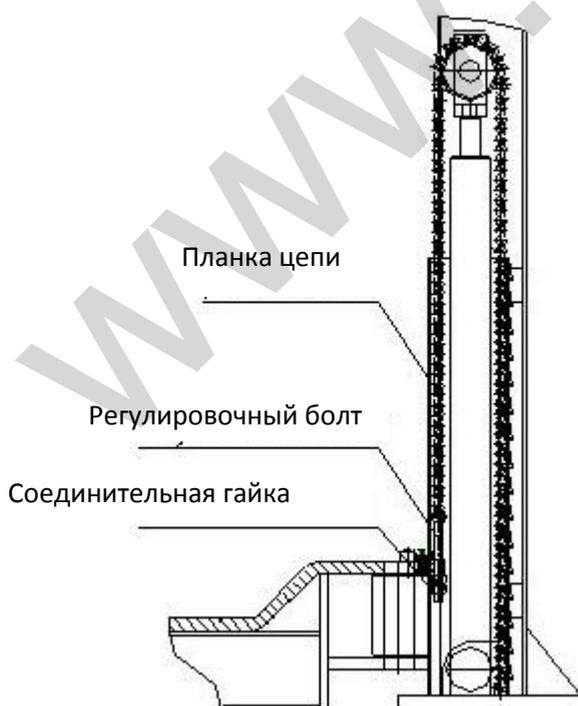

Рисунок 6
Стальной цепной трос был надлежащим образом отрегулирован производителем (см. рисунок 6), что позволяет поворотным лапам свободно вращаться на минимальной высоте не царапая пол. Оператор подъемника может выполнить более точную подстройку цепного троса после прокладки гидравлического контура. Перед регулировкой высоко поднимите каретки подъемника, а затем опускайте в течение двух (2) секунд с тем, чтобы каретки встали на замки безопасности. Затем необходимо подрегулировать гайку на резьбовом конце цепного троса и передвинуть её в нужное положение.